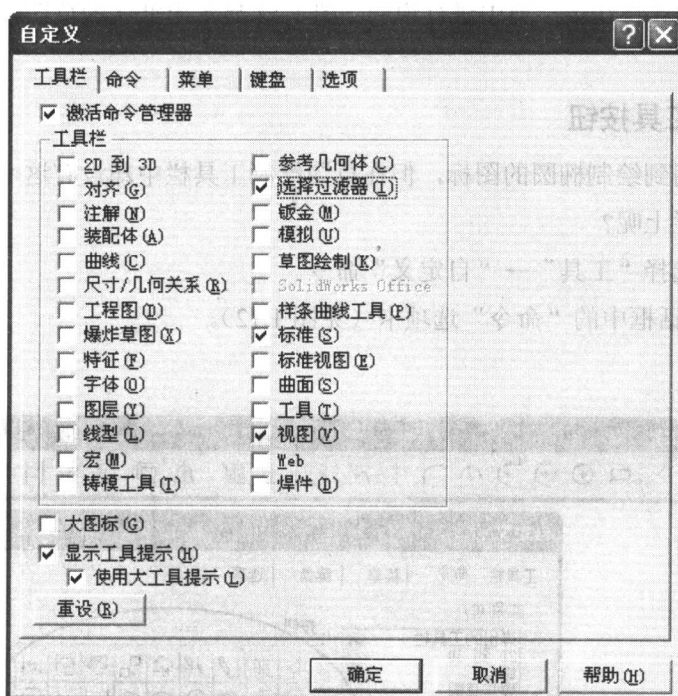

图 1.10
(2) 选择“工具”→“自定义”命令，见图 1.10。在对话框中勾选需要的工具栏。